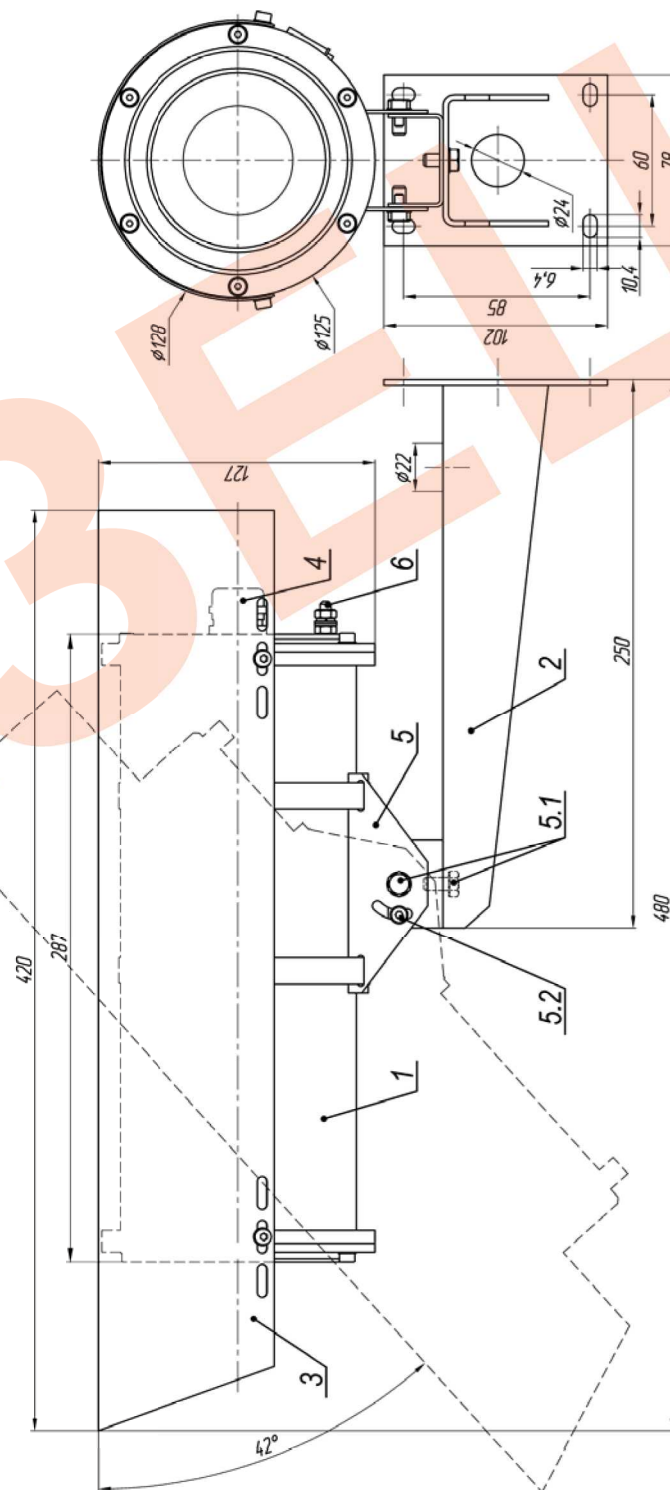

Рис.1 Габаритные и установочные размеры ТВК-192 IP
2. Ослабив болты и винты фиксации шарнира (поз.5.1 и 5.2 рис.1), установить гермобокс на нужное направление обзора, после чего надежно зафиксировать шарнир затянув выше перечисленные болты и винты.
3. Заземлить гермобокс с помощью болта заземления (поз.6 рис.1).
#### Состав изделия: (см. рис.1)